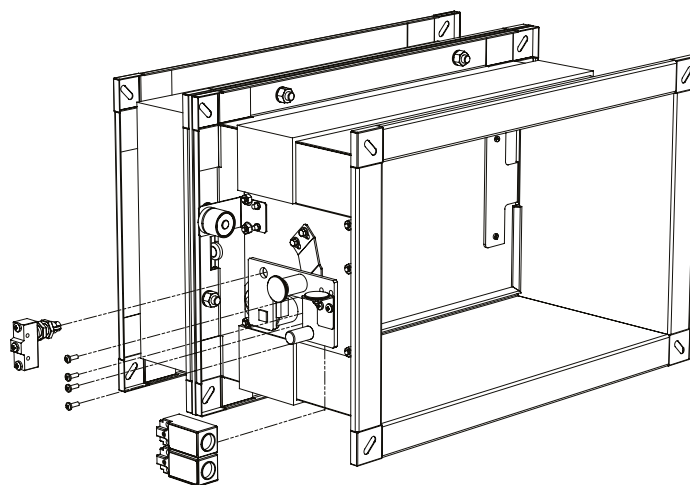

FIG. 19 Estrazione microinterruttori
- 3 - Svitare le viti di fissaggio dei microinterruttori (come in FIG. 19);